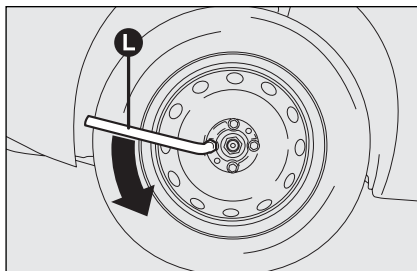

fig. 6
- ☐ desserrer d'un tour environ les boulons de fixation, en utilisant la clé fournie **L-fig. 6**; pour les voitures équipées de jantes en alliage, secouer la voiture pour faciliter le détachement de la jante du moyeu de la roue;